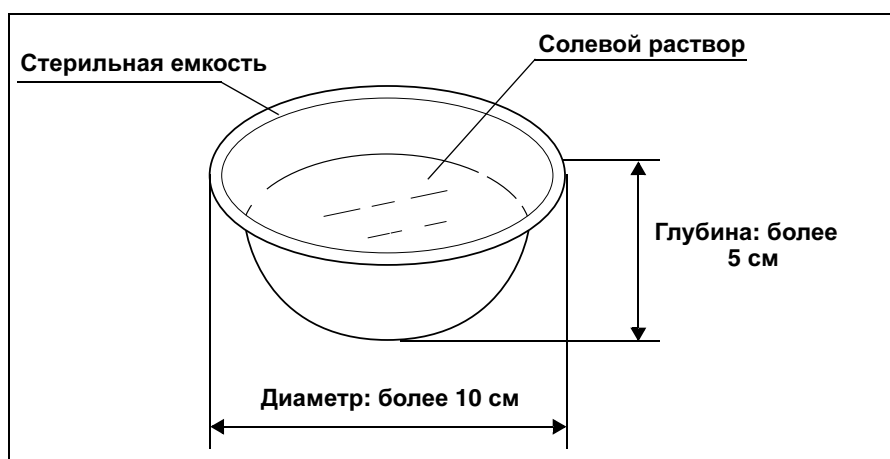

Рис. 3.10
1. Подготовьте стерильную емкость (например, таз), размеры которой соответствуют указаниям, представленным на Рис. 3.10. Заполните ее раствором хлорида натрия.